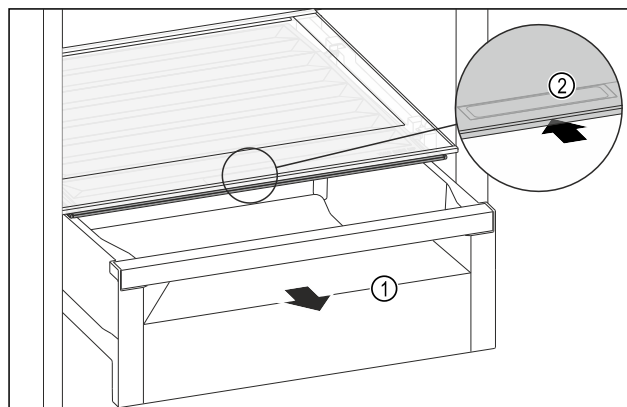

Fig. 115
- Træk skuffen Fig. 115 (1) ud.
- Tag fat i grebsforsænkningen Fig. 115 (2) i bokslåget, og skub samtidigt bokslåget tilbage.